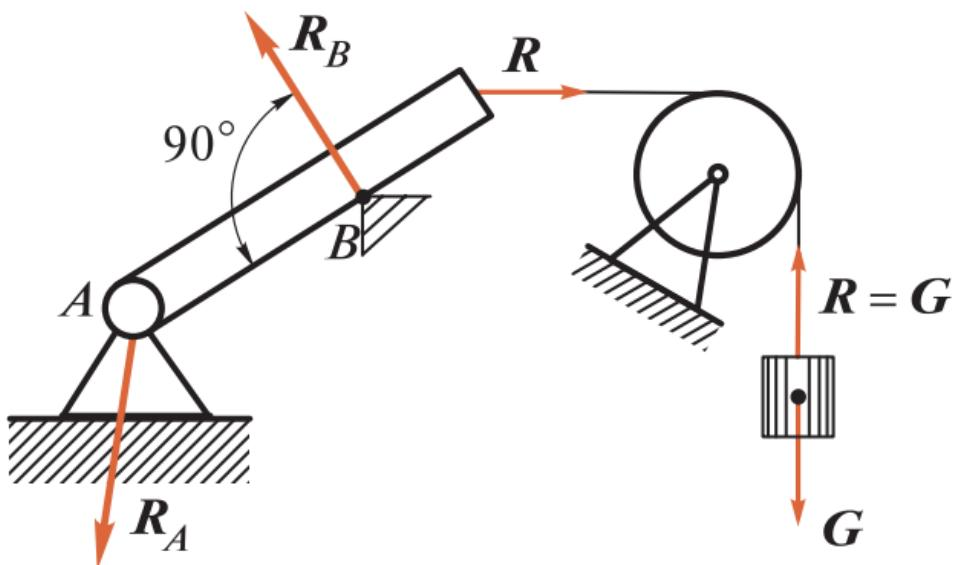
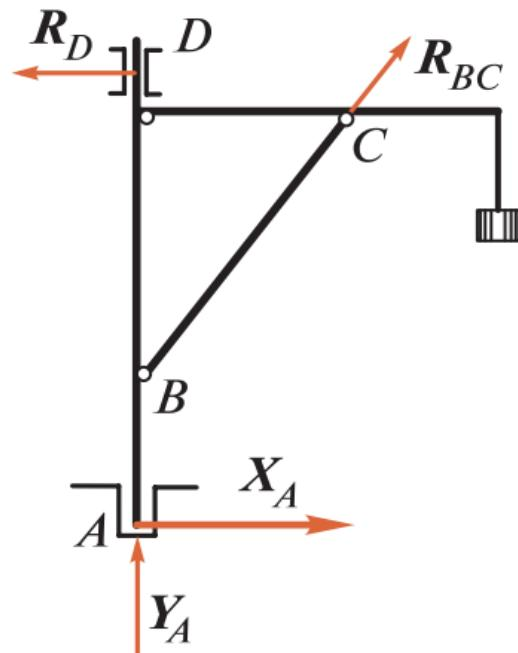

Рис. 1.8
Рис. 1.9
3. *Закрепленная точка или ребро угла* (рис. 1.8, ребро В). В этом случае реакция \mathbf{R}_B направлена по *нормали к поверхности идеально гладкого тела в сторону тела*, так как нормаль к поверхности тела есть единственное направление перемещения, которое не допускают эти связи.
4. Гибкая связь (см. рис. 1.8). Реакция R гибкой связи не дает телу лишь удаляться от точки подвеса и поэтому направлена *вдоль связи от тела к точке подвеса*. Из рис. 1.8 видно, что гибкая связь, перекинутая через блок, изменяет направление передаваемого усилия (натяжения нити).
5. *Идеально гладкий цилиндрический шарнир* (см. рис. 1.8, шарнир А; рис. 1.9, подшипник D). В этом случае заранее известно только, что реакция R_A *проходит через ось шарнира и перпендикулярна этой оси*, так как шарнирное соединение допускает вращение вокруг оси, но не допускает никаких перемещений тела, перпендикулярных этой оси.
7. *Идеально гладкий подпятник* (рис. 1.9, подпятник А). Подпятник можно рассматривать как сочетание цилиндрического шарнира и опорной плоскости, поэтому будем считать реакцию подпятника состоящей из двух составляющих: X_A и Y_A . Полная реакция R_A подпятника равна векторной сумме этих составляющих:
8. *Стержень, закрепленный двумя концами в идеально гладких шарнирах и нагруженный только по концам* (рис. 1.9, стержень BC). В этом случае реакция стержня, согласно аксиоме III, может быть направлена только по линии BC, т. е. *по прямой, соединяющей оси шарниров*.